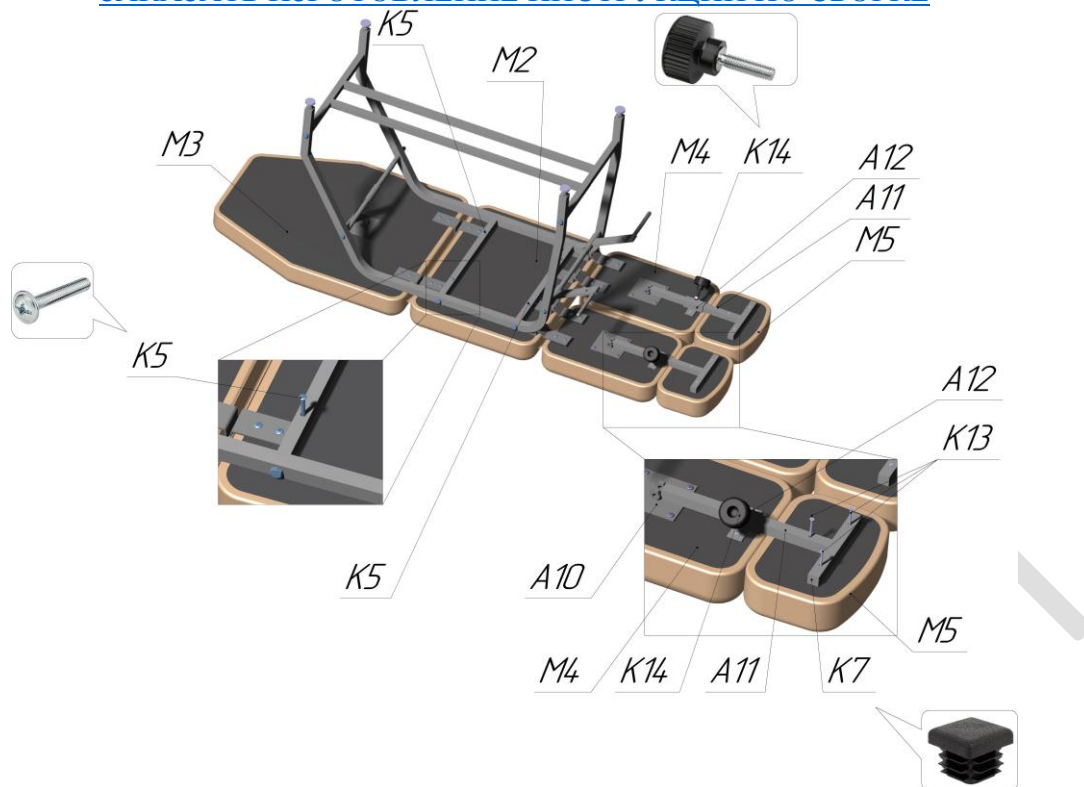

Рисунок 8
18. Вставить заглушки квадратные 20x20 - К7 (по 2 шт.) в выдвижные ножки А11. См. Рис. 8.
19. Вставить выдвижные ножки А11 в квадратные втулки А12 до упора в гайки пластины А10. См. Рис. 8.
20. Установить подушки под ноги (малые) М5 под выдвижные ножки А11 до упора в подушки под ноги М4. Подушки устанавливаются по центру выдвижных ножек. См. Рис. 8.
21. Зафиксировать подушки под ноги (малые) М5 саморезами К13. См. Рис. 8.
22. Зафиксировать выдвижные ножки А11 в квадратной втулке А12 фиксирующим винтом К14. См. Рис. 8.
23. Установить каркас на мягкие элементы М2, М3. См. Рис. 8.
24. Закрепить каркас на сиденье М2 винтами К5 (4 шт.) См. Рис. 8.